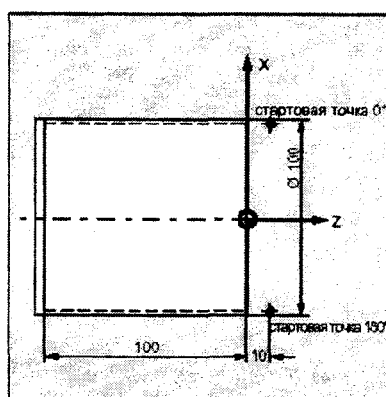

Рис. 5.12. Деталь с цилиндрической резьбой
5.4. Запрограммируйте нарезание цилиндрической резьбы с постоянным шагом (рис. 5.12). Укажите смещение нулевой точки, быстрый подвод к стартовой точке, правое вращение шпинделя с частотой 500 об/мин. Шаг резьбы – 2 мм.